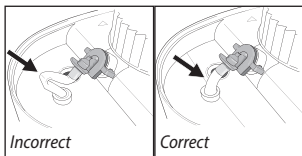

Fig. 4
4. Vuelva a colocar la boquilla de vapor. Asegúrese de que el tubo de succión esté en línea recta antes de intentar usar la unidad, Fig. 4.